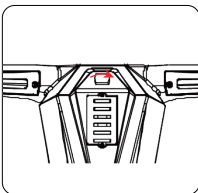
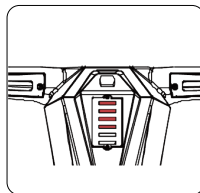

Figure05
Figure06
3. Allumez la machine (Figure 05-Figure 06).
4. Cliquez sur le bouton de commutation sur le panneau de commande, l'icône passe du rouge au vert. Appuyez sur le bouton de débit d'eau et lorsqu'il devient vert, augmentez le débit d'eau selon les besoins. Appuyez sur le bouton du moteur d'aspiration et le voyant passe du rouge au vert, la machine est maintenant entièrement activée mais ne doit pas être déplacée (Figure 06-Figure 07).